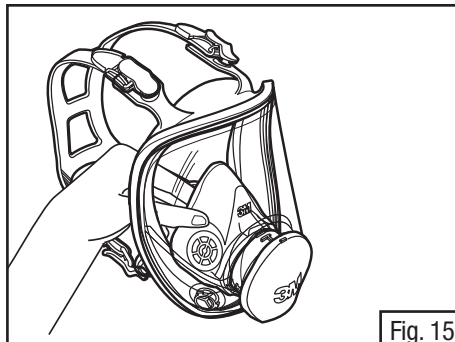

Fig. 15
1. Quite el ensamble de copa nasal al jalarlo del adaptador central dentro de la pieza facial (Fig. 15).
1. Quite el ensamble de copa nasal del interior de la pieza facial (Fig. 15).
3. Quite los (2) tornillos Phillips del marco del visor/sello facial. Saque el marco superior e inferior del sello facial.